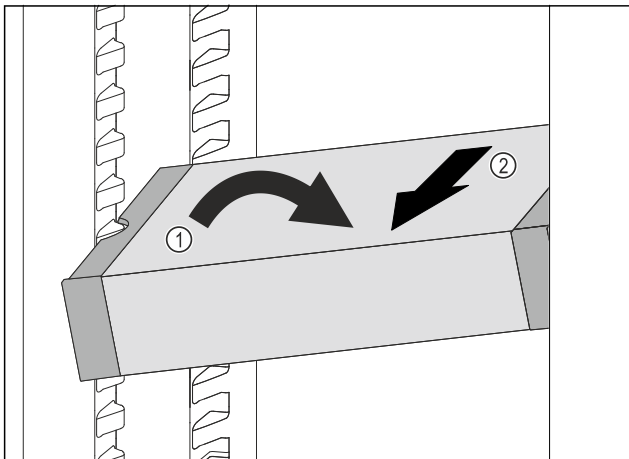

Fig. 97
- ▶ Coloque el VarioSafe en el compartimento del frigorífico en posición oblicua. Fig. 97 (1)
- ▶ Extraiga el VarioSafe hacia delante. Fig. 97 (2)